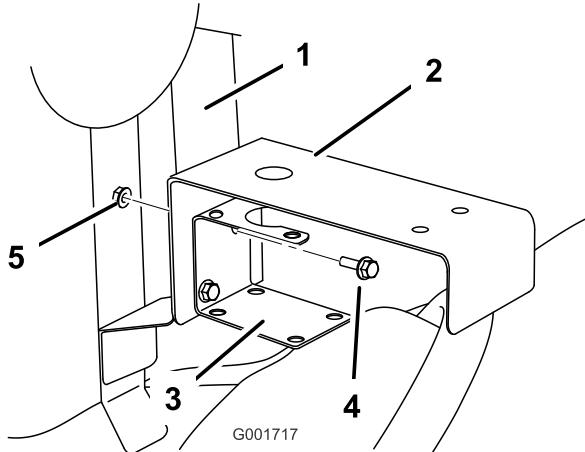

Figure 11
- 7. Fixez le support du distributeur de commande entre le support du raccord en T d'alimentation et le cadre de montage (Figure 11) au moyen des fixations retirées précédemment.